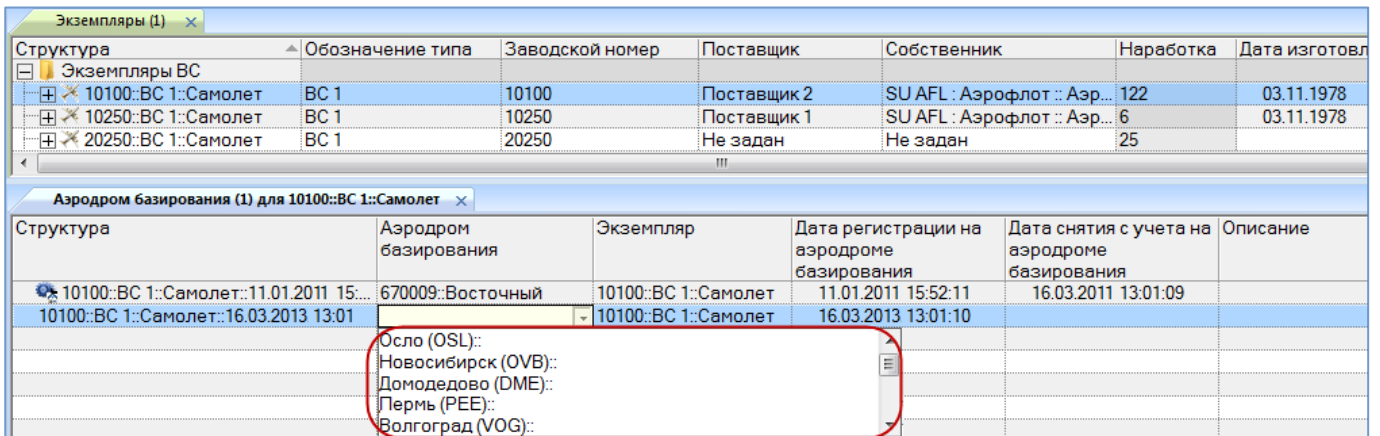

Рис. 13-114 – Создание привязки к аэродрому базирования
- 6) В окне связанных объектов «Аэродром базирования» для экземпляра ВС создается новое движение. При этом ранее созданное актуальное движение закрывается, поле «Дата снятия с учета на аэродроме базирования» заполняется текущей датой (рис. 13-114).
8) Поле «Аэродром базирования» открывается на редактирование – в раскрывшемся списке выбрать организацию аэродром базирования (рис. 13-114). Если аэродром базирования не выбран, то создание нового движения и закрытие старого будет отменено.